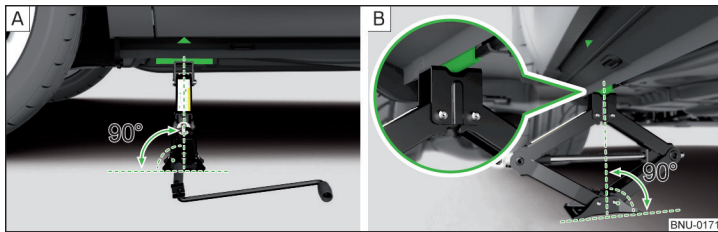

Abb. 323 Wagenheber ansetzen
Die Aufnahmestege für den Wagenheber befinden sich direkt unter der Markierung auf der Unterholmverkleidung » [Abb. 323 - \[A\]](#).
- ▶ Die Grundplatte des Wagenhebers mit der gesamten Fläche auf einem geraden Untergrund stellen, sodass sich der Heber in senkrechter Position zum Aufnahmesteg befindet » [Abb. 323 - \[A\]](#).
- ▶ Den Wagenheber mit der Kurbel so weit hoch drehen, bis die Klaue des Hebers den Steg umfasst » [Abb. 323 - \[B\]](#).